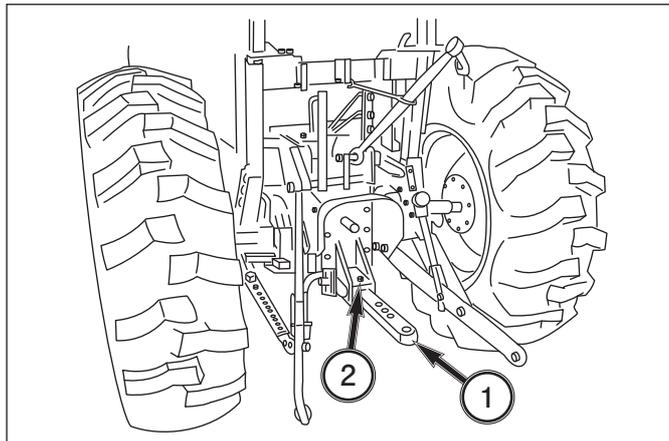

FIG. 5-47
**FIG. 5-47:** La barre de traction, 1, à l'arrière du tracteur permet de monter des équipements tractés sur le tracteur. La charge maximale verticale appliquée à la barre de traction ne doit pas dépasser 400 kg.